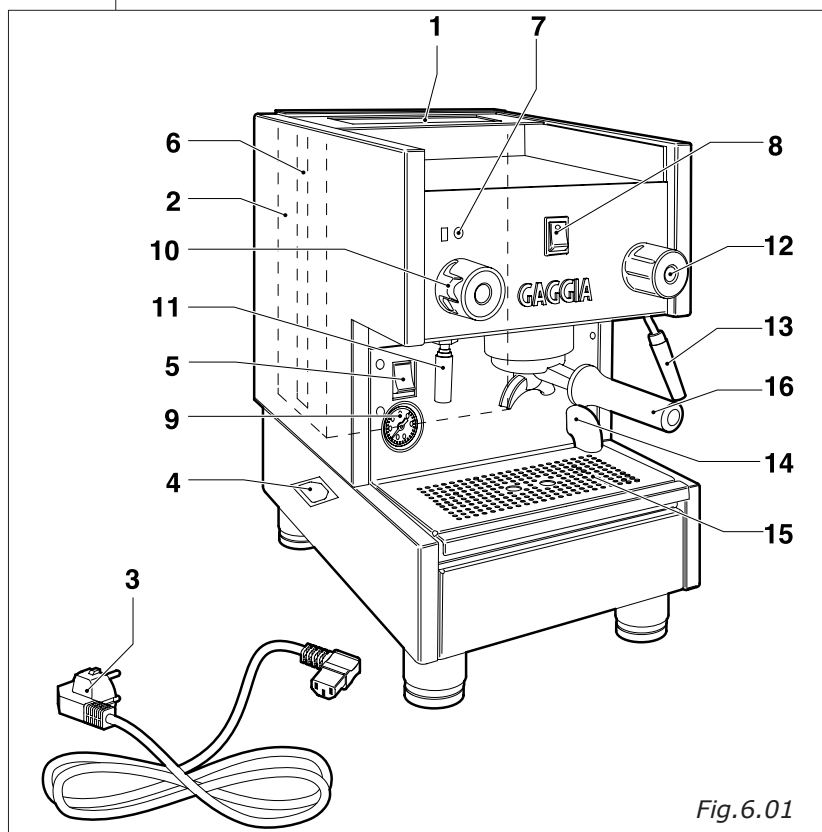

Fig. 6.01
- L'auto-niveau va se mettre en fonction en même temps que le voyant relatif (Fig.6.01-pos. 8), afin que l'eau puisse arriver au niveau normal dans la chaudière.
Cette opération, uniquement au cours du premier chargement, peut employer un temps assez long et déterminer l'arrêt de la machine; dans ce cas, éteindre la machine et l'allumer à nouveau en agissant sur l'interrupteur général (Fig.6.01-pos. 5).
- Ensuite attendre que la machine arrive à la pression de travail de "1,2 - 1,3 BAR" en contrôlant sur le manomètre (Fig.6.01-pos. 9) la pression de la chaudière.
- Placer une ou deux tasses sous le porte-filtre (Fig.6.07), positionner l'interrupteur café (Fig. 6.01-pos.8) sur "1" le café commencera à sortir.